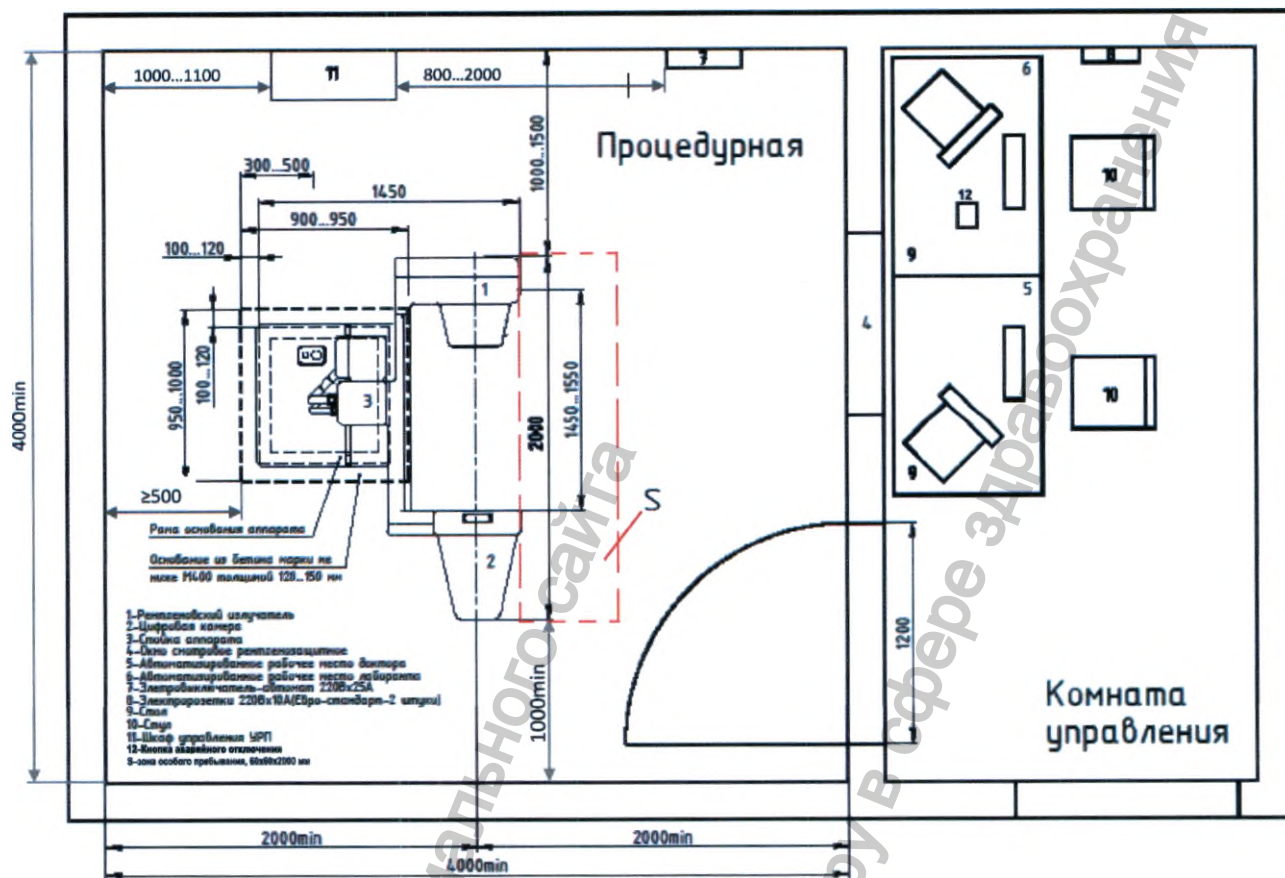

Рисунок 7 – Рекомендуемый типовой план размещения аппарата АРГЦ-РП (ПроГраф) в рентгеновском кабинете
4.5 Управление аппаратом осуществляется из защитной зоны с помощью автоматизированного рабочего места (АРМ1), выполняющего роль пульта управления аппарата (рис.2), оснащенного программным обеспечением ПО "ПроГраф" разработки АО "РЕНТГЕНПРОМ". АРМ1 размещается в комнате управления. Наблюдение оператора за пациентом осуществляется через смотровое рентгенозащитное стекло. АРМ2 может размещаться непосредственно в кабинете рентгенолога (рис.7). В процедурной находится особая зона пребывания (рис.7 – S зона особого пребывания), значение максимально допустимой воздушной кермы за 1 час представлено в таблице 3.